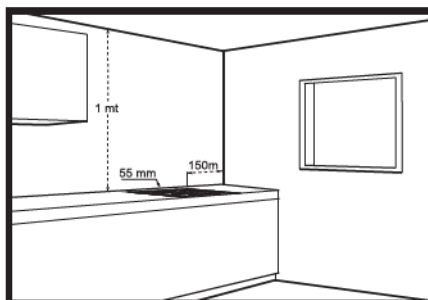

Fig. 1
- Se recomienda Instalar la parrilla considerando una separación mínima de 1 metro con el techo y 150 mm entre costados y paredes laterales, también 55mm por parte trasera. (Fig. 1).
Considere una separación de techo mayor de 1 metro, de paredes laterales 150mm y 55mm por parte trasera, dibuje la silueta de la parrilla en la superficie donde será instalada (Fig. 1).